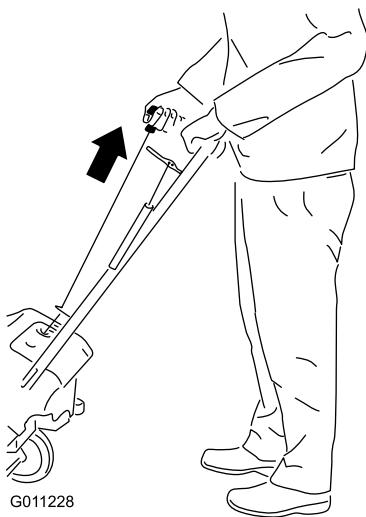

Figure 13
4. Tirez sur la poignée du lanceur (Figure 13).